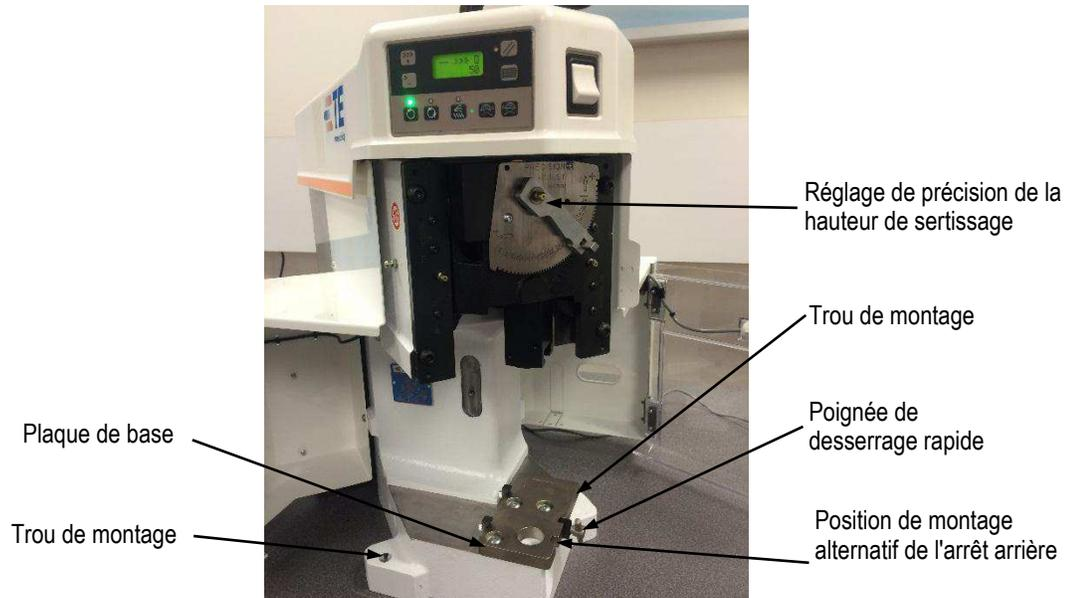

Figure 9
3. La **plaque de base** fournit la surface de montage sur laquelle l'applicateur est installé. Le verrouillage à desserrage rapide permet d'installer et de retirer l'applicateur rapidement et facilement. Voir Figure 9.
4. Le **groupe de réglage de la hauteur de sertissage** utilise un excentrique situé dans le lien du coulisseau, ainsi que des arrêts crantés dans le mécanisme pour régler la hauteur de sertissage. Selon que le mécanisme est orienté dans l'un ou l'autre sens, la hauteur de sertissage changera par incréments d'environ 0,01 mm [.0004 in.] par cran. Voir Figure 9 pour le mécanisme de réglage de précision de la hauteur de sertissage.
Les machines doivent être correctement fixées à la table à l'aide des orifices de montage de la machine indiqués à la Figure 9. Le matériel est fourni par le client. Les machines ne doivent pas dépasser le bord de la table.
1. Desserrez la poignée en T à déclenchement rapide (voir Figure 9) et faites glisser la bride de la base de l'applicateur vers le bas.
En utilisant l'Applicateur 567200-2 (à l'origine devant être utilisé avec la Unité de raccordement AMP-O-LECTRIC Modèle « K »), desserrez la poignée en T à déclenchement rapide, faites glisser la bride de la base de l'applicateur vers le bas et retirez l'arrêt arrière situé à gauche de la plaque de base. Installez l'arrêt arrière (PN-354561-1) fourni dans le kit d'alimentation en air dans la position de montage alternative sur la plaque de base. Voir Figure 9.